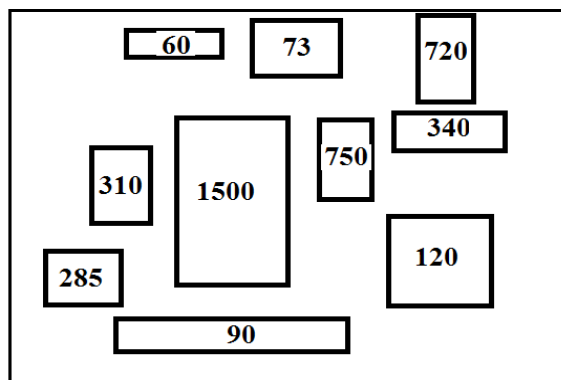

Рис. 1. Генеральный план промышленного предприятия с указанными значениями полной мощности  $S_i$ , кВА для каждого из цехов
2. Определить положение центра электрических нагрузок завода, генеральный план которого приведен на рис. 1, где указаны значения полной мощности каждого из цехов  $S_i$ , кВА.